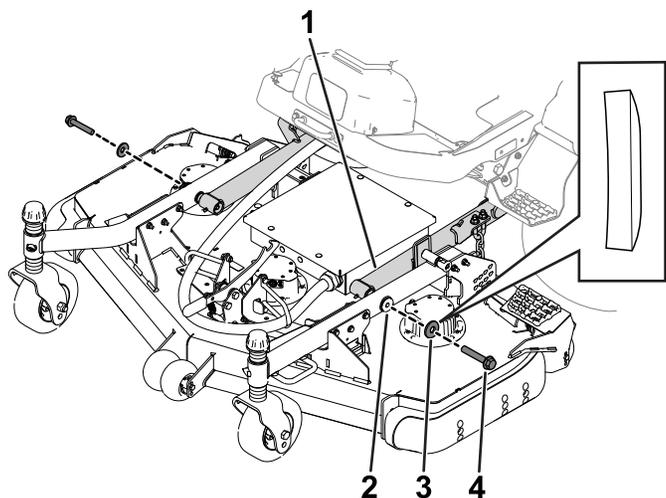

Bild 3
4. Verwenden Sie zwei Sechskantschrauben und zwei Unterlegscheiben, um die Laufradarme an den Hubarmen zu befestigen (Bild 3).
Achten Sie darauf, dass die Unterlegscheiben mit der gewölbten Seite zum Schraubenkopf hin ausgerichtet sind (Bild 3).